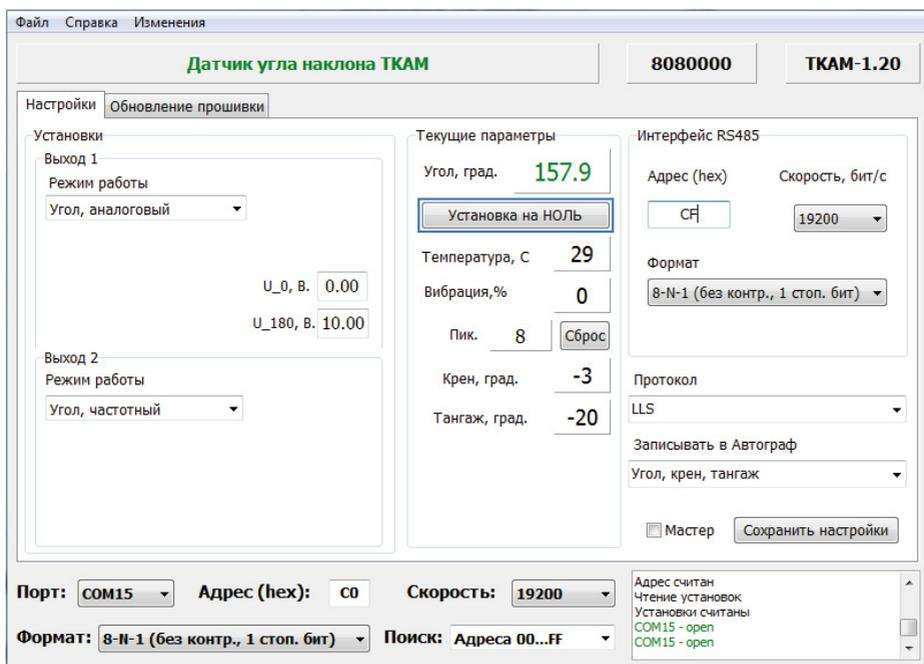

Рис.27. Установка уровня нуля.
- В поле «Угол, град» в блоке «Текущие параметры» отображаются текущие показания датчика угла. Нажать кнопку «Установка на НОЛЬ» для того, чтобы принять текущий угол наклона за нулевой (Рис.27). Сохранить настройки.